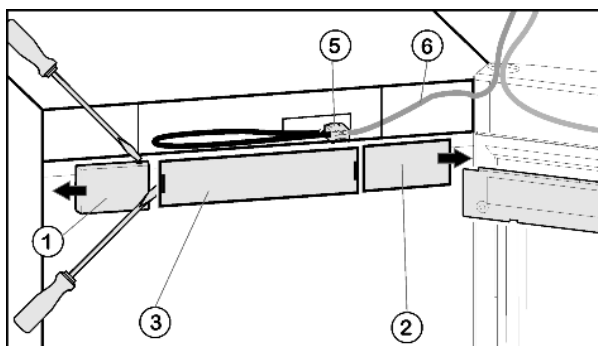

Fig. 4
- ▶ Снятие крышки со стороны ручки Fig. 4 (1): справа выведите из фиксатора при помощи плоской отвёртки и сдвиньте наружу.
- ▶ Снятие крышки со стороны шарнира Fig. 4 (2): слева выведите из фиксатора при помощи плоской отвёртки и сдвиньте наружу.
- ▶ Снимите переднюю накладку Fig. 4 (3) с помощью плоской отвёртки.
- ▶ Снимите контакт и извлеките разъём Fig. 4 (5).
- ▶ Высвободите из направляющей серый кабель Fig. 4 (6).
- Снова установите разъем Fig. 4 (5).